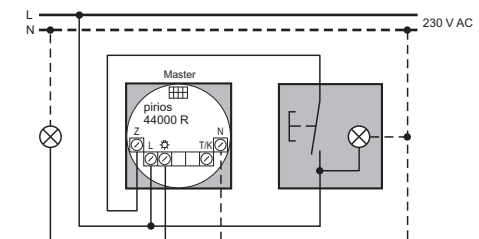

fig. 2 Funzione pulsante Reinnesco
- funzione Reinnesco: collegamento su Z del Master (schema fig. 2).